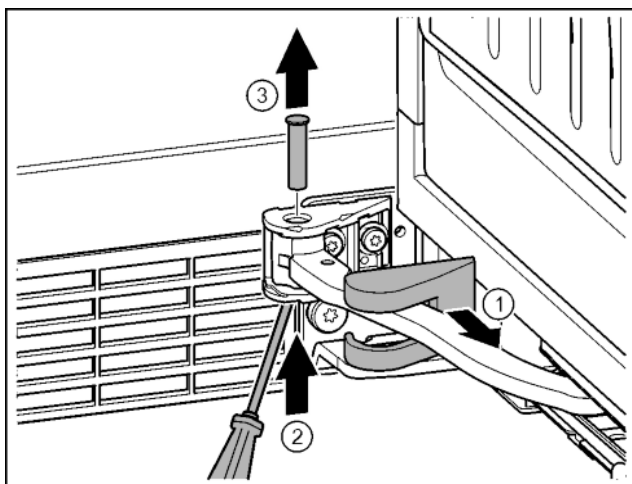

Fig. 17
- Stáhněte kryt stojanu ložiska a posuňte podél kloubu. Fig. 17 (1)
- Čep zesponu nadzvedněte prstem nebo šroubovákem. Fig. 17 (2)
- Šroubovákem zajed'te pod hlavu čepu a vytáhněte. Fig. 17 (3)